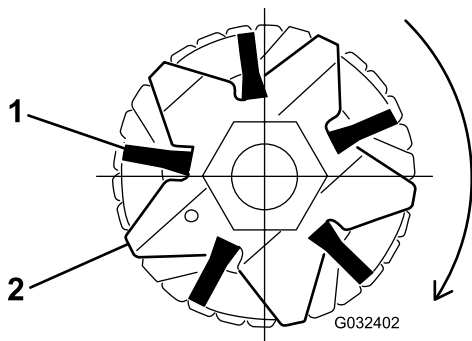

图18
4. 检查刷子是否固定到疏草刀刀片插槽中图16和图18。
5. 宽松地缠绕箍带如图16所示绕着疏草刀滚刀轴和刷子将箍带插入刷子的凹槽中图18。